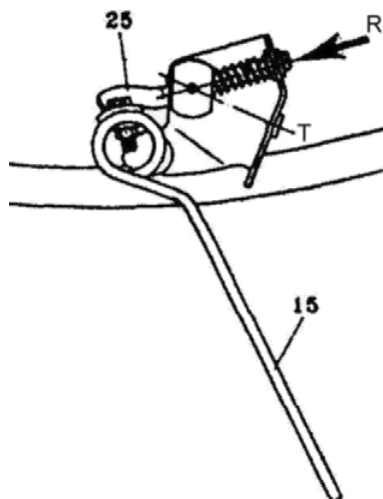

Fig. 16 - Tandén instellen voor harken
- Plaats alle tanden in de harkstand (Fig. 16).